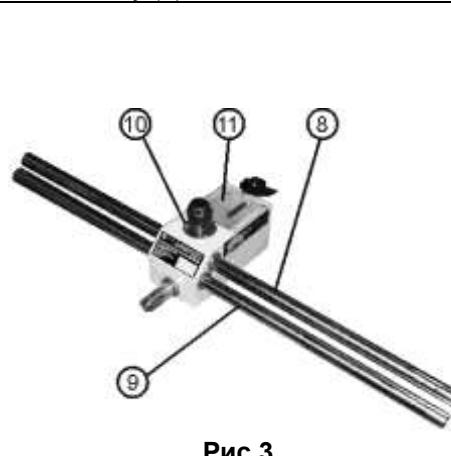

Рис.3
**5.2. Установка направляющих копира (Рис.3)**